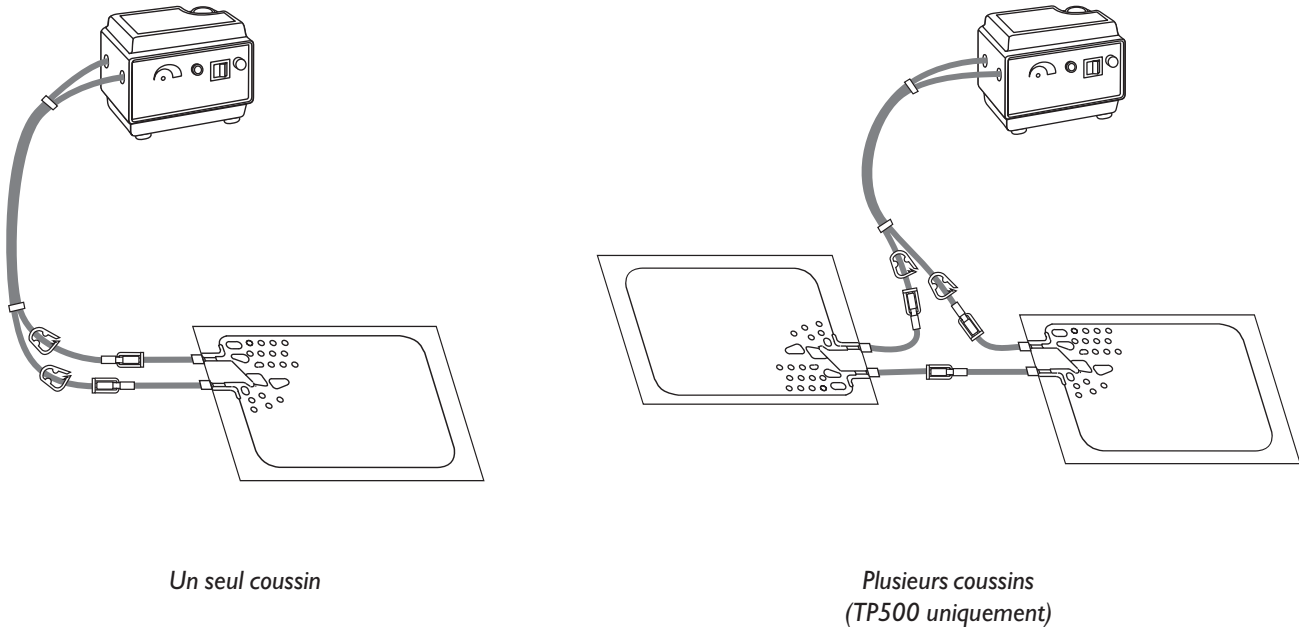

Figure 1—Système de thermothérapie T/Pump
**REMARQUE:** Se reporter à la figure 1 (p. 2) et au point 9 (p. 6) pour connecter plusieurs coussins.
Pour des résultats optimaux, utiliser uniquement des T/Pad® ou Mul•T•Pad® GAYMAR. La conception exclusive à boutons permet une bonne circulation de l'eau et une utilisation sans problème lorsque le coussin est plié. Ceci permet de réduire le nombre de coussins de différentes tailles stockés par l'établissement. Il est possible de connecter des T/Pad entre eux (modèle TP500 uniquement) pour traiter simultanément plusieurs sites corporels (voir fig. 1, p. 2). Pour obtenir une brochure listant les divers coussins, contacter le Service clientèle de GAYMAR (voir les numéros de téléphone à la page suivante).